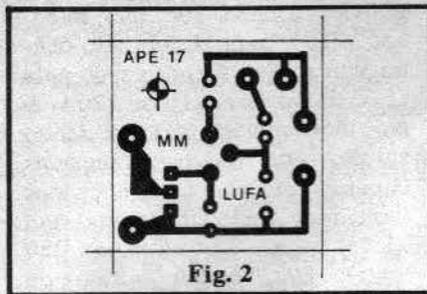

Fig. 2
- FIG. 2 - Em tamanho natural (para facilitar a cópia) temos o layout do padrão cobreado do Circuito Impresso específico para a montagem da LUFA. A placa é pequenina, de fácil realização mesmo pelo Leitor que ainda não tem muita prática no assunto (e até por aquele que vai realizar sua primeira confecção de placa...), aqui aproveitamos para lembrar que os mais "folgado" podem ainda recorrer à aquisição da LUFA na forma de